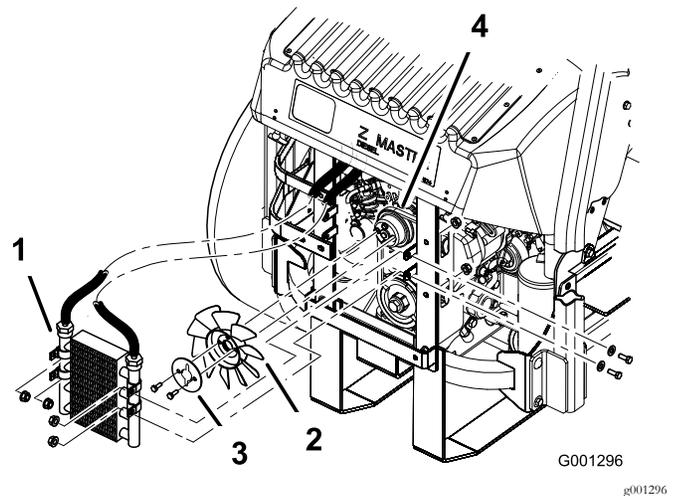

Figure 72
- Enlevez les 4 boulons de fixation du refroidisseur d'huile et placez ce dernier sur le côté (Figure 72).
- Enlevez les 2 boulons qui fixent le ventilateur et la plaque du ventilateur à la machine (Figure 72).
- Montez le ventilateur et sa plaque sur la machine au moyen des 2 boulons retirés précédemment (Figure 72).
11. Remontez le refroidisseur d'huile au moyen des 4 boulons retirés précédemment (Figure 72).